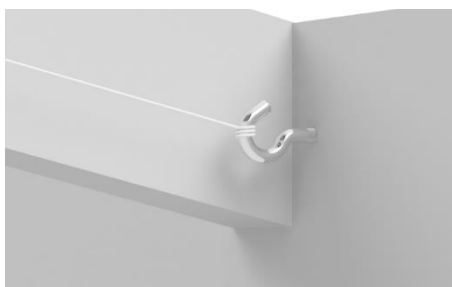

Bild 1
- Montera skruvkrokarna (H) i hörnen av respektive fack. Om du har tvärreglar i takfacken, tänk på att montera krokarna en bit ner så att linan löper fritt under tvärreglarna.
- Haka på linspännaren (J) i de övre skruvkrokarna.
- Fäst ena änden av linan (B) i den främre skruvkroken med en dubbelknut. Se bild 1.